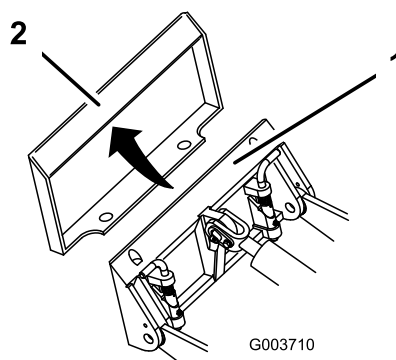

Figura 18
- Posizionare la piastra di montaggio nel bordo superiore della piastra ricevente dell'attrezzo (Figura 18).